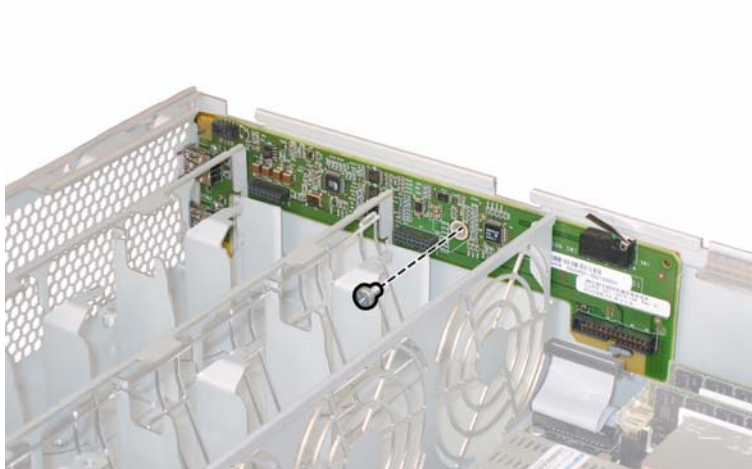

ABBILDUNG 4-28 Lösen der Schraube der vorderen I/O-Platine vom Gehäuse
11. Lösen Sie die Schraube, mit der die vordere I/O-Platine am Gehäuse befestigt ist. Siehe ABBILDUNG 4-28.